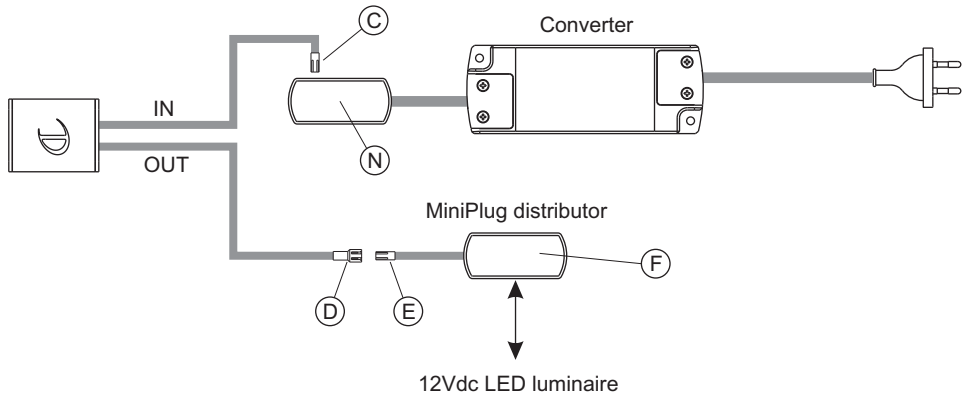

Fig 3
- For connection to a 12Vdc power supply (figure 3) insert the **DOT FW** input wire (IN) connector (C) to one of the free slots on the distributor (N) on the secondary wire of the Converter; then connect the **DOT FW** output wire (OUT) connector (D) to the MiniPlug (F) distributor wire connector (E) which has 12 slots for the connection of 12Vdc LED lighting devices.
- Für den Anschluss an ein Netzteil mit 12 Vdc (Abb. 3), den Steckverbinder (C) des in **DOT FW** eintretenden Kabels (IN) an einen der freien Steckplätze des Verteilers (N) am Kabel des Wandlersekundärkreises anstecken. Danach den Steckverbinder (D) des aus **DOT FW** austretenden Kabels (OUT) am Steckverbinder (E) des Kabels des Verteilers MiniPlug (F) anschließen, der mit 12 Steckplätzen für den Anschluss an die 12 Vdc LED-Leuchten ausgestattet ist.
- Pour le branchement à un transformateur d'une tension de 12 Vdc (figure 3) insérer le connecteur (C) du câble d'entrée (IN) de **DOT FW** à l'un des emplacements libres du distributeur (N) présent sur le câble du